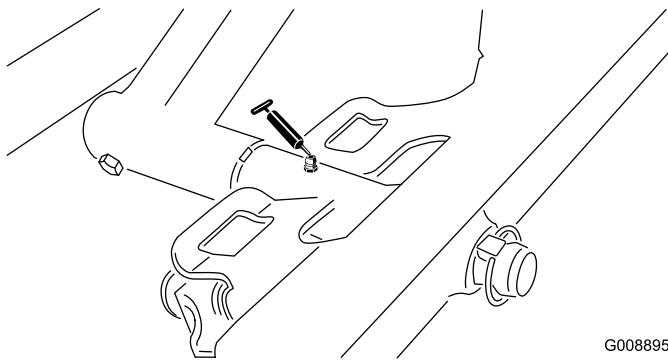

Figura 46
- Articulação da unidade de corte frontal (Figura 46)